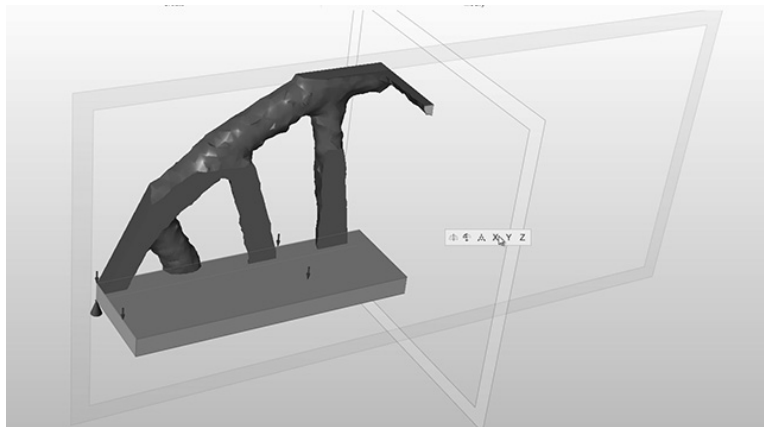

图 15-4
4) 单击透明的剖面，然后单击小对话框上的 X 按钮，如图 15-4 所示。